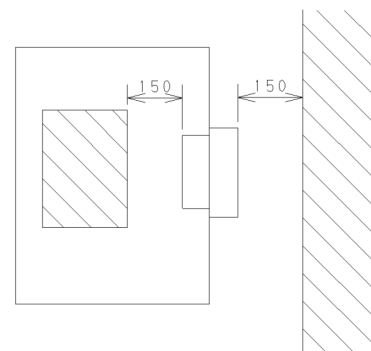

図1
- ・障害物からの距離を150mm以上にするをお勧めします。(図1)